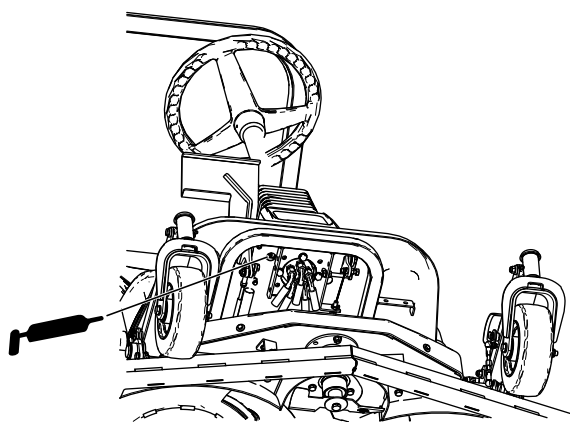

Figura 38
- Boccola girevole del pedale di comando della trazione (Figura 38)